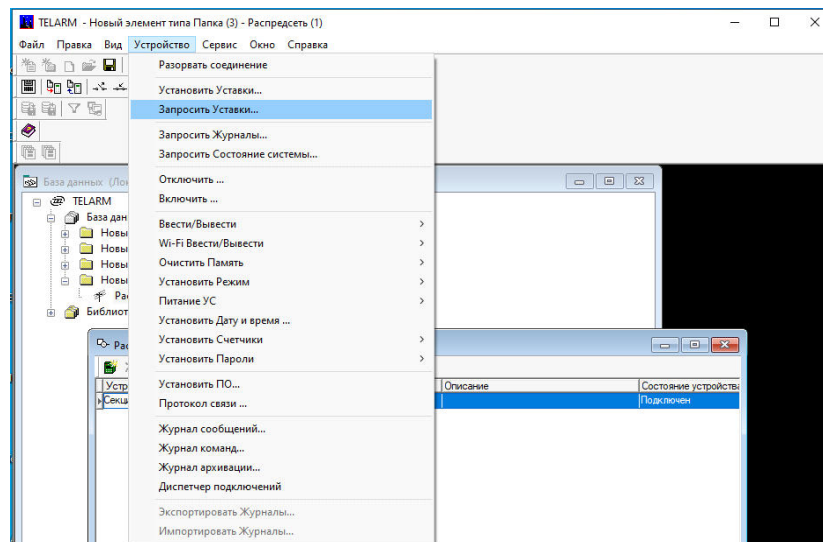

Рис.4.23. Запрос уставок из модуля управления
- Выполнить команду «Устройство → Запросить уставки», рис. **Рис.4.23.**